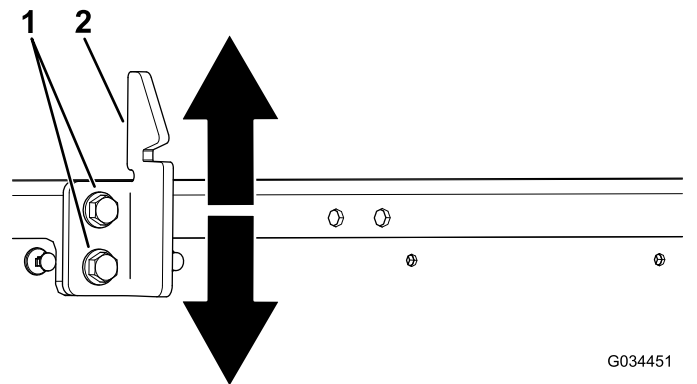

Figura 69
3. Afloje los 2 pernos del cerradero de la plataforma y mueva el cerradero hacia arriba o hacia abajo, dependiendo de si está demasiado alto o demasiado bajo (Figura 69).
4. Apriete los 2 pernos del cerradero de la plataforma (Figura 69).